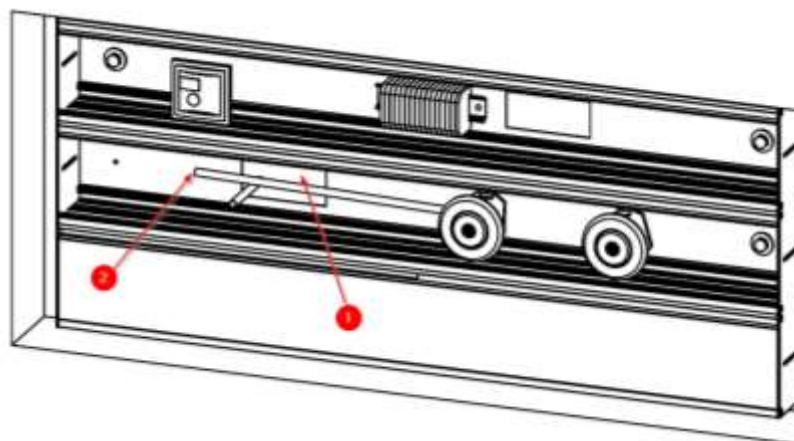

Abb. 9 Anschluss für medizinische Gase und Vakuum
Der Anschluss der Gasleitungen erfolgt im Bereich des Einlassbereichs der Installationsrohre (1). Vor Beginn der Arbeiten muss der Installationsplan überprüft werden. Bei jedem Gerät ist das Gas, das dem Anfang jeder Leitung entspricht, auf die gleiche Weise gekennzeichnet (2). (Siehe Abb. 9).